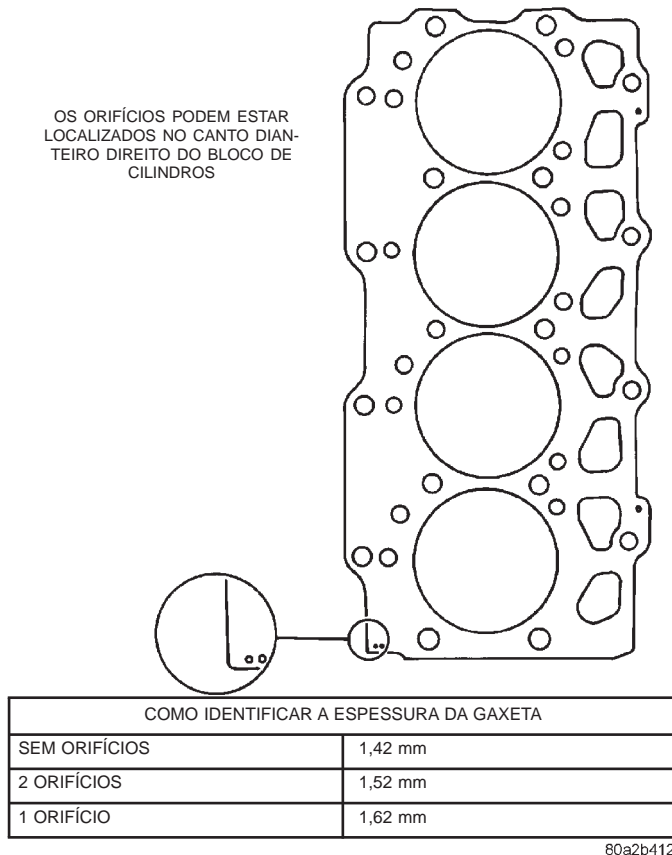

Fig. 44 Identificação da Gaxeta de Aço do Cabeçote do Cilindro
As gaxetas do cabeçote do cilindro estão disponíveis em três espessuras. Os orifícios de identificação no canto dianteiro direito da gaxeta indicam a espessura da gaxeta (Fig. 44).
(5) Repita o procedimento para o restante dos cilindros.
(6) Estabeleça a espessura da gaxeta de aço de todos os cabeçotes dos quatro cilindros com base na maior protusão do pistão (Fig. 44).